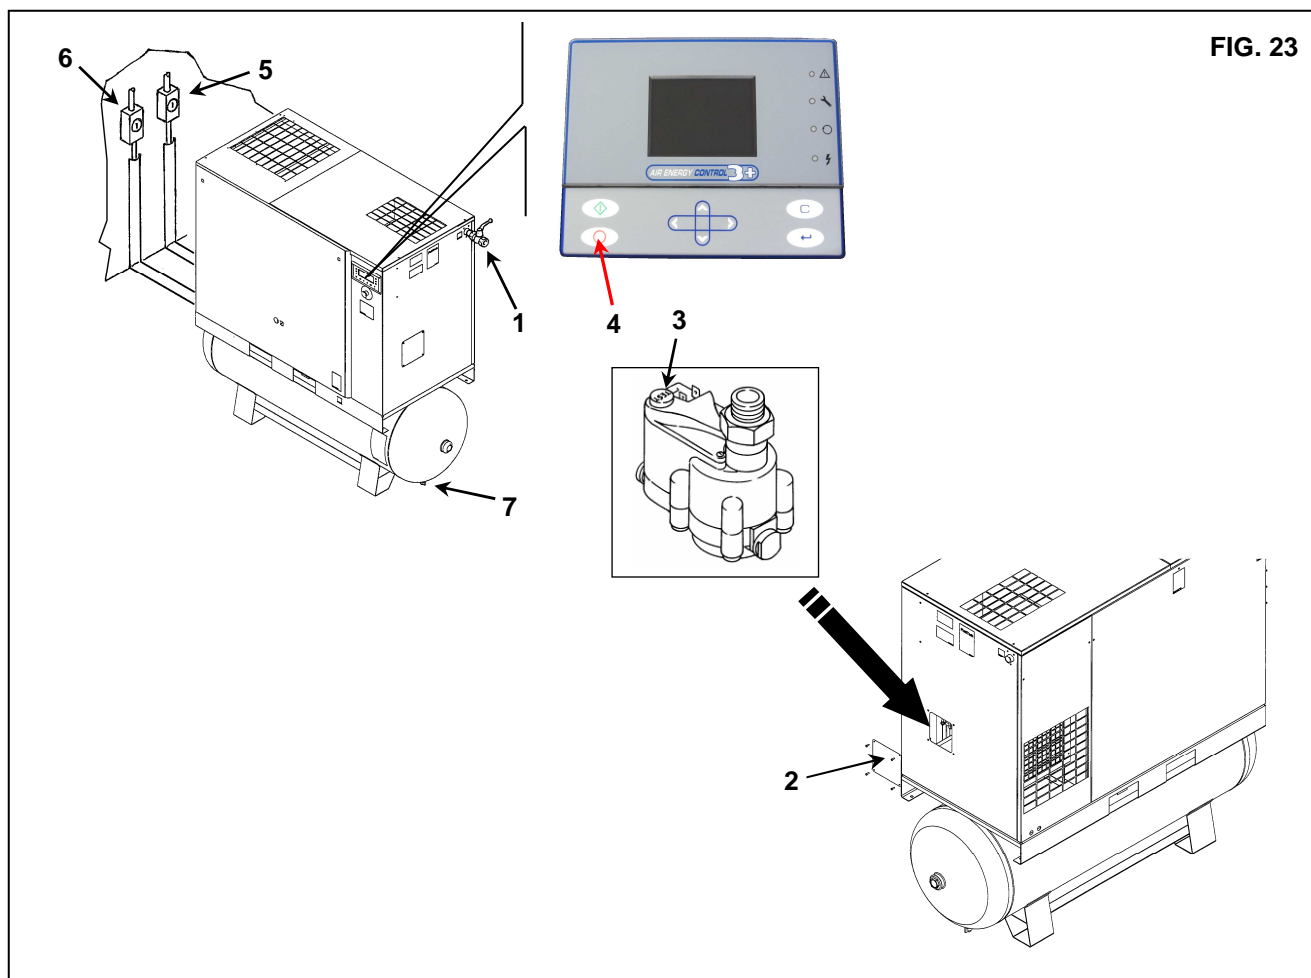

FIG. 23
- Fermer le robinet Réf. 1 Fig. 23.
- Enlever le panneau Réf. 2 Fig. 23
- Dépressuriser le sécheur en appuyant sur le bouton-poussoir "TEST" vidage condensation (pendant environ 10/20 secondes) situé sur le temporisateur Réf. 3 Fig.23.
- Arrêter la machine en agissant sur le bouton-poussoir Réf. 4 Fig. 23: de cette façon, la machine s'arrête après 45 secondes de fonctionnement à vide.
- Débrancher l'alimentation au moyen du sectionneur Réf. 6 Fig. 23 (pour compresseur a vis) et Réf. 5 Fig. 23 (pour sécheur, si présent).
- Dépressuriser le reservoir en ouvrant les robinets Réf. 7 Fig. 23
- Fermer le robinet Réf. 7 Fig. 23 après avoir complété la purge de l'air sous pression résiduel.